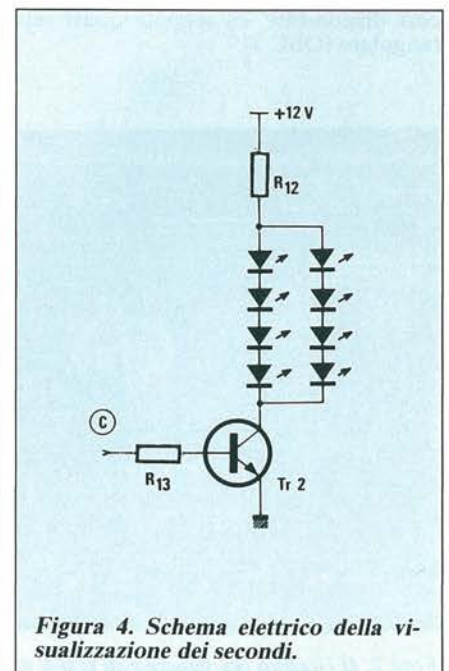

Figura 4. Schema elettrico della visualizzazione dei secondi.
3. Visualizzazione dei secondi (Figura 4)